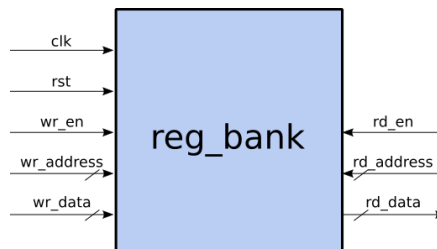

Figura 1 – Diagrama de Referência.
2. A Figura 1 apresenta o diagrama de referência da entidade do circuito.